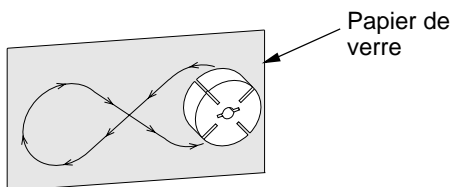

Figure 25 - Ponçage du rotor
14. Placer une feuille de papier de verre fin (600) sur une surface plate. Poncer légèrement le rotor sur la feuille d'un mouvement en forme de "8" (voir figure 25). Répéter quatre fois.